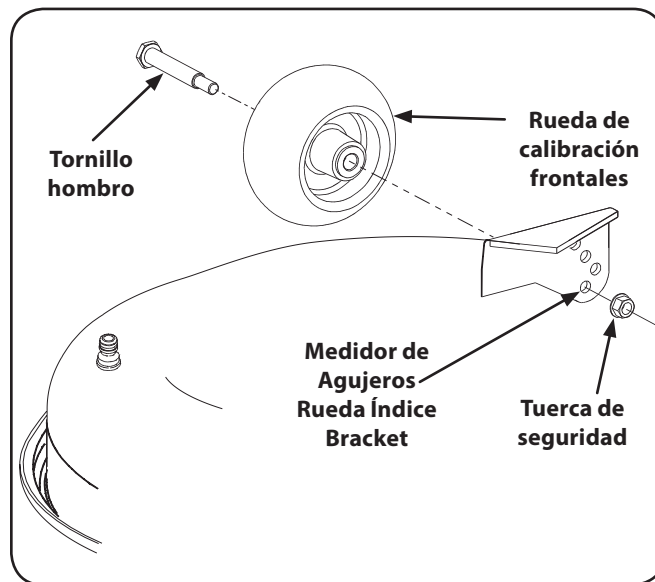

Figura 3-9
- a. Retire la tuerca de seguridad que fija uno de los tornillos de pivote de la rueda de calibre delanteros a la cubierta. Retire la rueda de calibración y el tornillo de hombro. Vea la Figura 3-9.